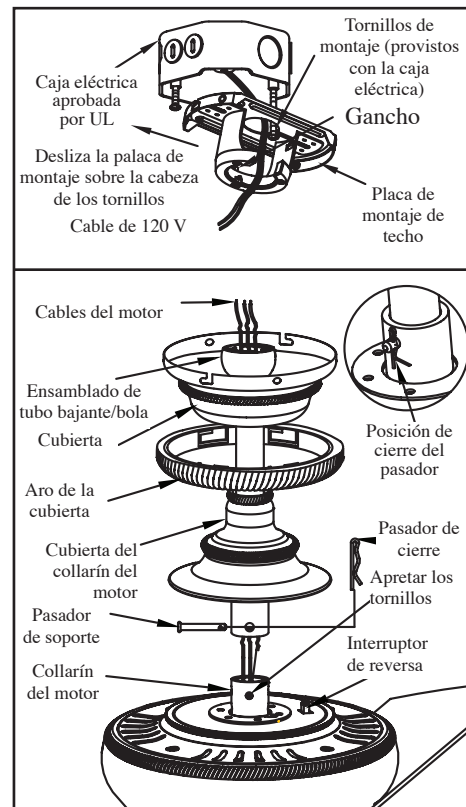

Figura 7
3. Inserta los cables que salen por la parte superior del motor del ventilador, primero, a través de la cubierta decorativa del collarín del motor y luego, por el aro de la cubierta. Asegúrate de que las aberturas en forma de ranura estén en la parte superior. Inserta los cables a través de la cubierta y luego a través del ensamblado del tubo bajante y la bola (Figura 7).
5. Alinea los orificios en la parte inferior del tubo bajante con los orificios en el collarín de la parte superior de la carcasa de motor (Figura 7). Inserta con cuidado el pasador de soporte a través de los orificios del collarín y del tubo bajante. Ten cuidado de no apretarlo contra el cableado dentro del tubo bajante. Inserta el pasador de cierre en el orificio cercano al extremo del pasador de soporte hasta que quede encajado en su posición como se muestra en el círculo de la Figura 7.
1. Pasa los cables de 120 voltios a través del orificio central en el soporte de montaje de techo como lo muestra la Figura 7.